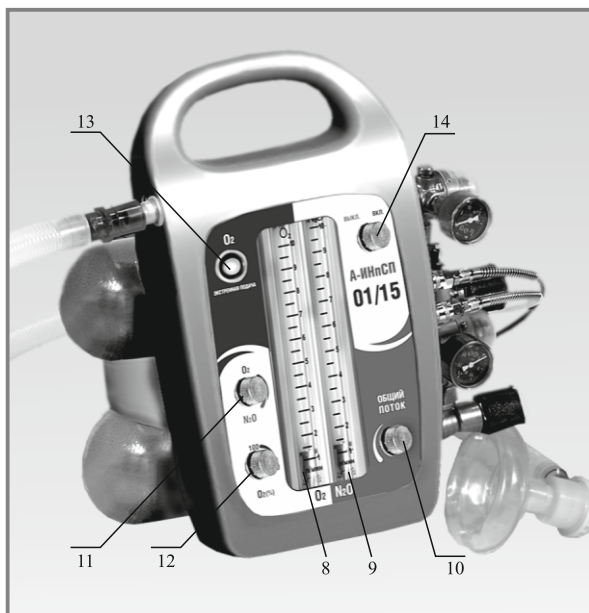

Рис.3
4.5. На лицевой панели аппарата расположены (Рис. 3):
- б) ручкой регулирования общего потока 10 (Рис.3) установить приблизительно половинный расход смеси газов (около 5 л/мин по ротаметру одного или обоих газов);